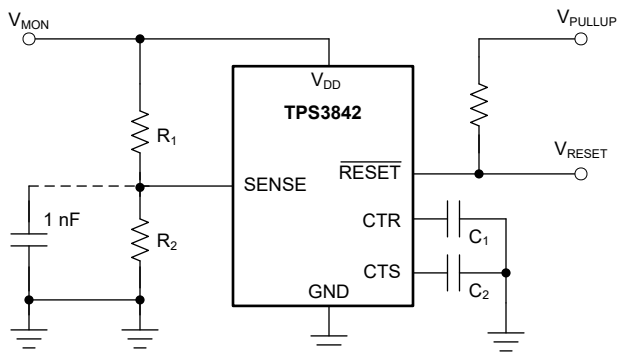

図 7-5. TPS3842A011DRLR を使用したユーザー定義のスレッシュホールド電圧の監視
図 7-5 に、外付け分圧抵抗を使用して、電圧スレッシュホールドを調整する方法の例を図示します。抵抗は、目標の電圧スレッシュホールドとデバイス部品番号に応じて計算できます。TI は、外付け抵抗デバイダを使用する場合は、700mV のスレッシュホールドオプションを使用することを推奨します。このバリエーションは、外付け抵抗を使用する際の精度を向上させるため、内部抵抗ラダーをバイパスします。
たとえば、図 7-5 に示すように、TPS3842A011DRLR バリエーションを使用する低電圧 (UV) の有無を監視する 12V レール V_{MON} を考えてみます。監視対象の UV スレッシュホールド (V_{MON-}) は、デバイスがリセットをアサートする目的の電圧です。この例では、 $V_{MON-} = 5.8V$ です。低電圧 RESET をアサートするには、SENSE ピンの電圧 V_{SENSE} が入力スレッシュホールドの負の電圧 V_{ITN} と同等である必要があります。この例では、 $V_{SENSE} = V_{ITN} = 0.7V$ です。 R_1 と R_2 を使用すると、 V_{MON-} と V_{SENSE} の関係を式 1 に示します。 $R_1 = 100k\Omega$ と仮定し、 $R_2 = 13.7k\Omega$ として計算できます。